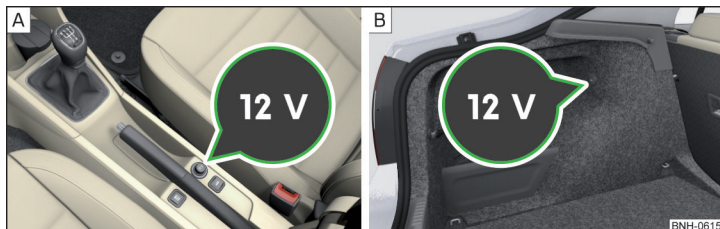

Fig. 96 Capacul prizei de 12 V: în consola centrală față/în portbagaj
- Pentru **utilizare**, scoateți capacul prizei » fig. 96 - **A**, respectiv deschideți capacul prizei » fig. 96 - **B**.